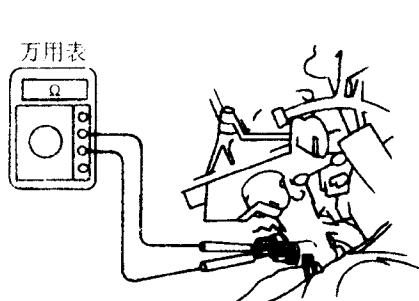

图 1-6 检查冷却液温度传感器的电阻
① 点火开关置于“OFF”位置, 拔下冷却液温度传感器导线连接器(线束插头), 用数字式的高内阻万用表 Ω 挡就车测试传感器两端子(皇冠 3.0 轿车为 THW 与 E_2 , 北京切诺基吉普车为 B 与 A)之间的电阻值(图 1-6), 其电阻值在温度低时大, 在温度高时小, 在热机状态下应小于 $1k\Omega$ 。